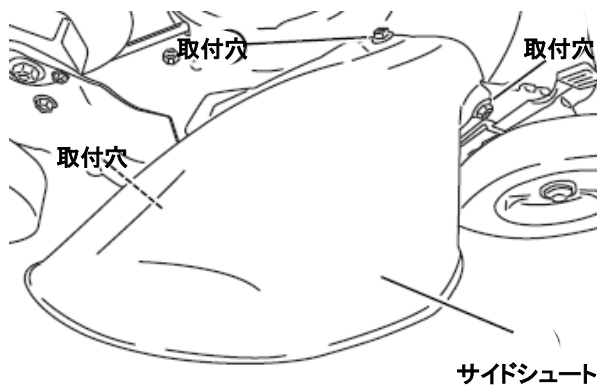

図 3-15
1. 集草しないときは必ずサイドシュートを取り付けます。取り付け方法はアダプタと同様です。(図 3-15)